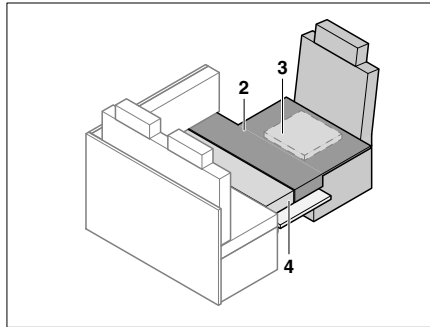

Fig. 189 Dopo la trasformazione
- Applicare i cuscini aggiuntivi come illustrato in Fig. 189.